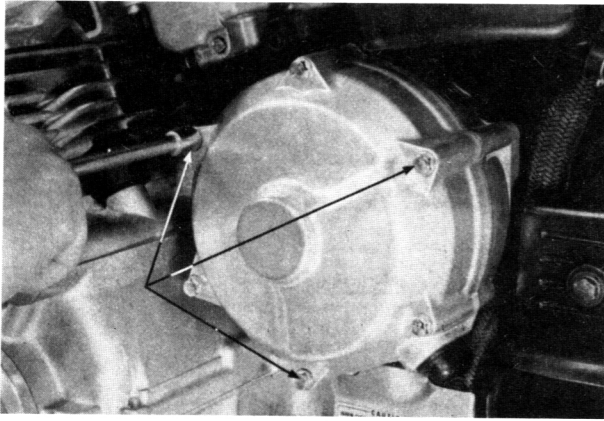

Bild 203
- Die Lichtmaschine nach Lösen der drei Schrauben abnehmen (Bild 203).